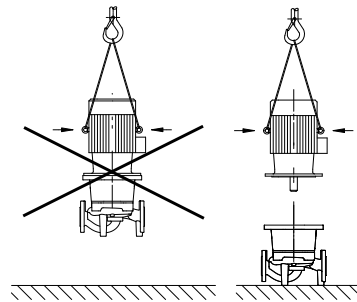

Fig. 7: Transporte do motor
- Os olhais de transporte no motor só servem para o transporte do mesmo e não para toda a bomba (Fig. 7).